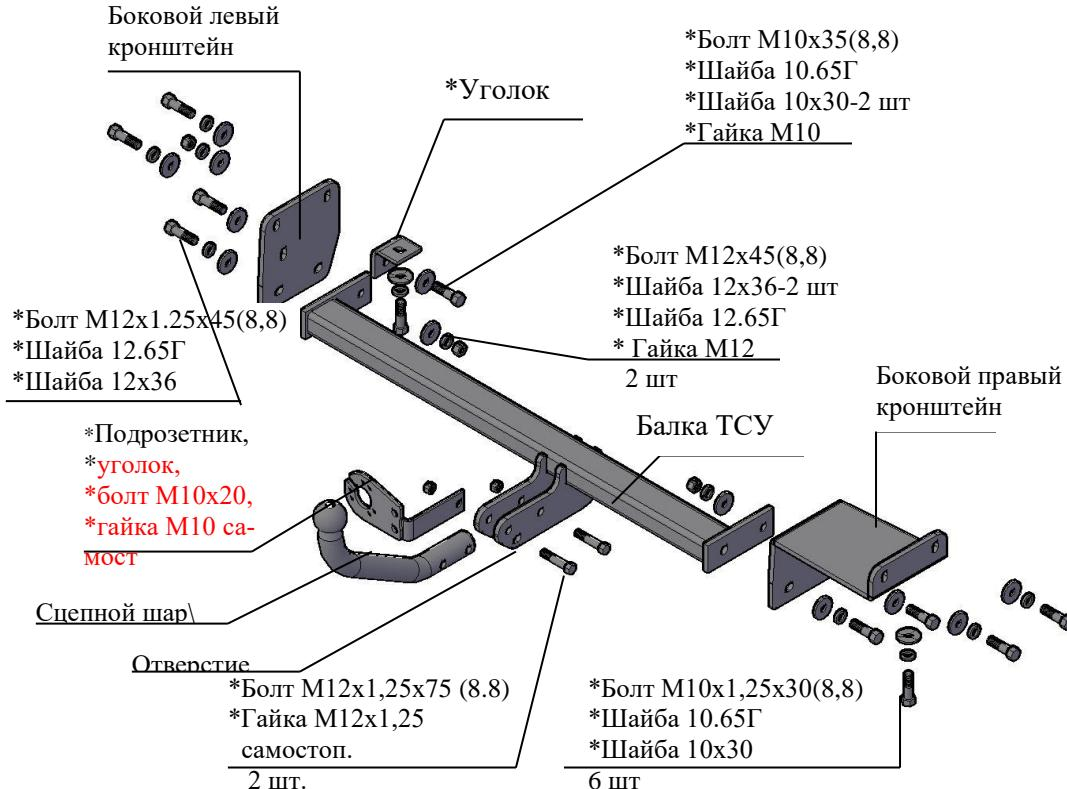

Рис.1 Тягово-сцепное устройство 7370.
2.1 ТСУ 7370 в сборе (рис.1) 1 шт.
2.2 Пакет с комплектующими (см. рис.1) 1 шт.
4.2 Установить боковой правый и левый кронштейны ТСУ на внешние боковые и нижние стороны лонжеронов а/м, используя уголок (см рис.1), болты M10x1.25x30 и гайки штатные, под головки болтов подложить шайбы гроверные 10.65Г и шайбы 10x30. Уголок крепить к левому кронштейну болтом M10x35 и гайкой M10, подложив под головку болта шайбу M10x30, а под гайку - шайбу 10.65Г и шайбу 10x30. Крепеж не затягивать.